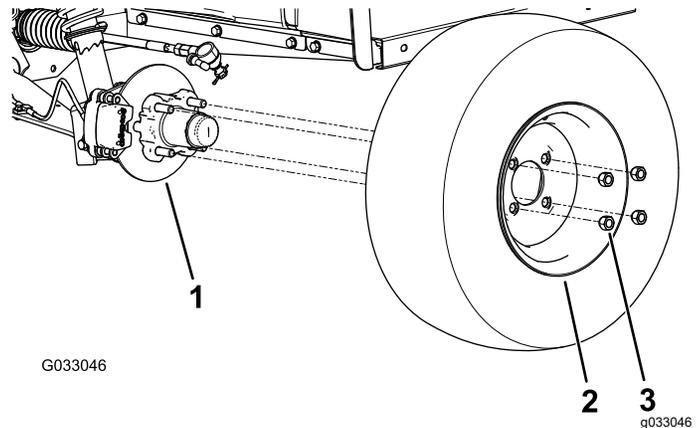

Figure 24
2. Retirez les 4 écrous de roue qui fixent la roue au moyeu (Figure 24).
4. Alignez les trous dans la roue et les goujons du moyeu puis montez la roue sur le moyeu en plaçant la valve à l'extérieur (Figure 24).
5. Fixez la roue au moyeu avec les écrous de roue (Figure 24). Serrez les écrous de roues à un couple de 108 à 122 N·m.